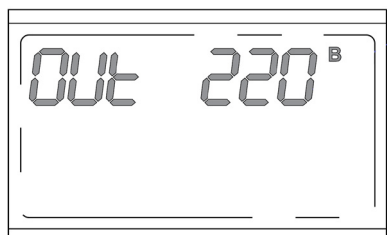

Рисунок 23. ЖК-дисплей в режиме настройки выходного напряжения
2. Дождаться щелчка (3 секунды после перевода автоматического выключателя «Байпас» в положение ON («I»)) и двойным быстрым нажатием кнопки  перевести ЖК-дисплей в режим настройки выходного напряжения (**рисунок 23**).